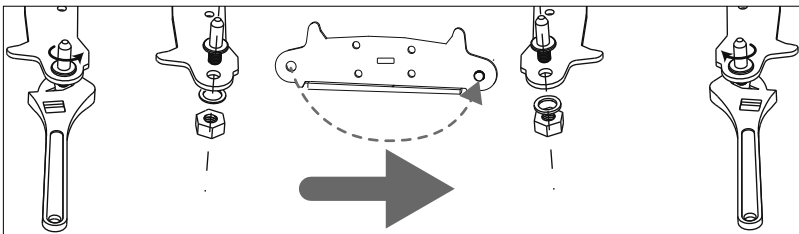
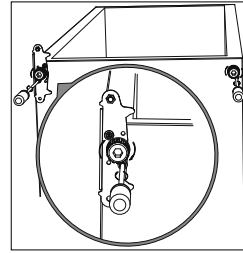

Abb. 8
Abb. 9
- ▶ Setzen Sie den Bolzen gemäß Abbildung 8 in die Bohrung auf der gegenüberliegenden Seite der Lochplatte um. Drehen Sie die Lochplatte des unteren Scharniers so, dass die Bohrungen der Lochplatte auf die Bohrungen im Gerät passen und schrauben Sie das Scharnier mit den zwei Halterungsschrauben (13) an die gegenüberliegende Seite des Geräts (Abb. 9). Verwenden Sie zum Lösen und Festziehen der Mutter einen 10er-Schraubenschlüssel sowie einen Schlitzschraubendreher.
- ▶ Montieren Sie den Stellfuß (14) (Abb. 9).